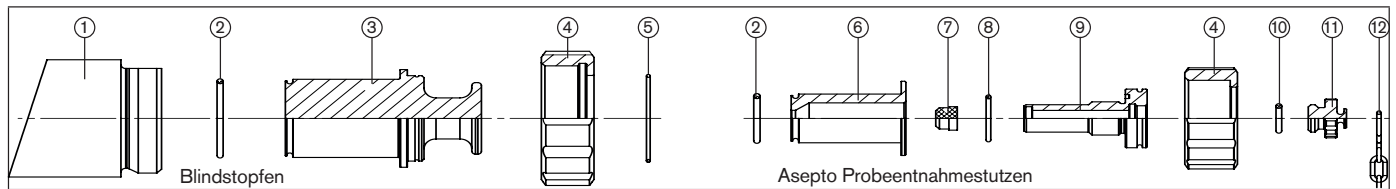

Bild 2: Montage Blindstopfen und Asepto Probeentnahmestutzen Typ BBS-11
- ▶ Während des Betriebs und/oder anstehendem Druck darf ausschließlich die Kappe zur Probeentnahme (siehe „Bild 2“, Skizze ganz rechts mit Kette) geöffnet werden. Diese lässt sich mit wenigen Umdrehungen öffnen.